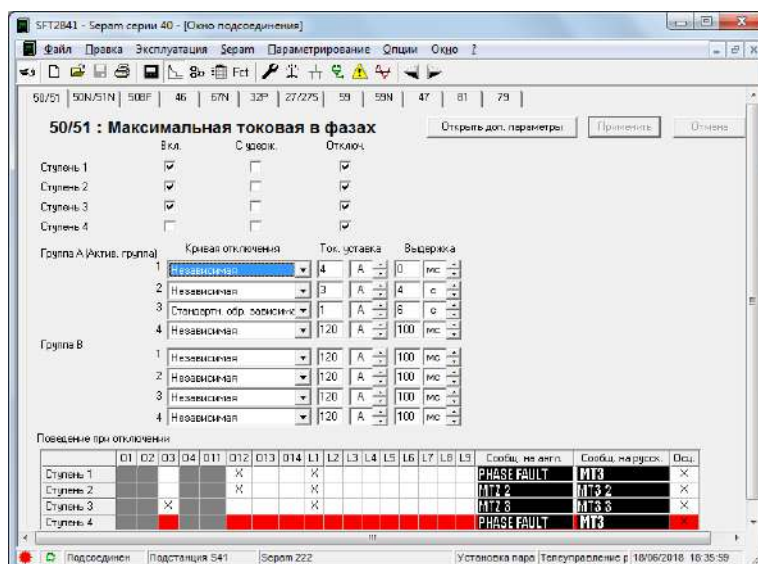

Рисунок 8.6 – Окно «50/51 Максимальной токовой защиты в фазах»
- 50/51 Максимальная токовая в фазах (рис. 8.6).